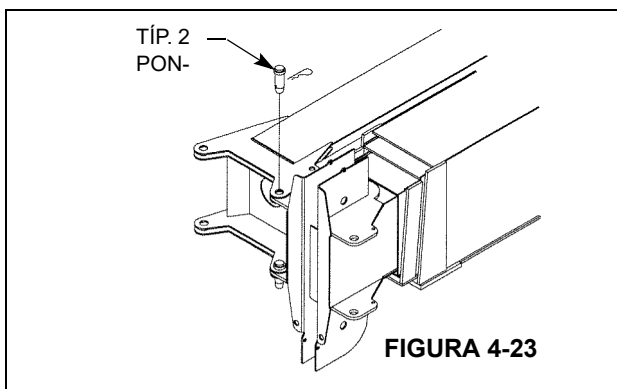

FIGURA 4-23
4. Utilizando uma ponte rolante, eleve o conjunto do jib e alinhe e prenda o jib à cabeça da polia da lança, Figura 4-23.